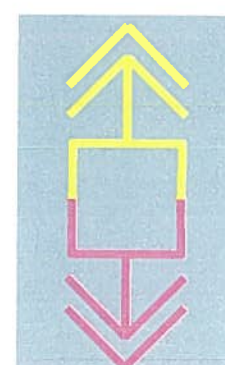

Fig. 7.31
- Stare „legat la pământ” pe unul din poli și stare „necunoscută” pe celălalt pol (fig. 7.31).